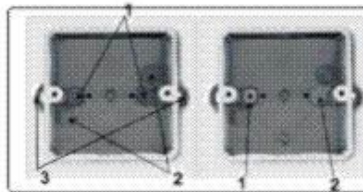

Рисунок 1.
- а) с помощью ушек монтажного корпуса (см. Рис.1, обозначение 3);
- б) с помощью отверстий на дне монтажного корпуса (см. Рис.1, обозначение 1):
- оторвать резиновые заглушки (см. Рис. 1, обозначение 2);